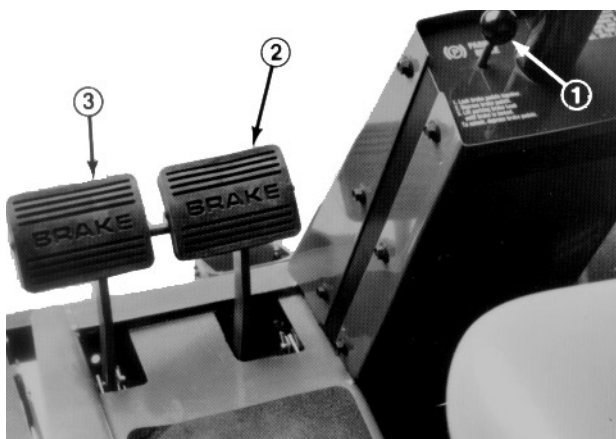
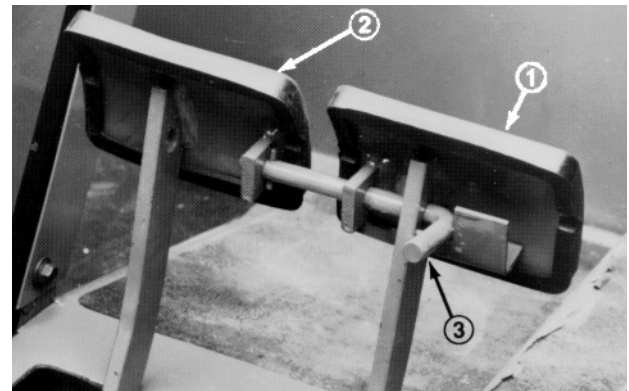

Fig. 8
Fig. 9
**Servicebrems** (fig. 8)—Venstre og høyre bremsepedaler er koblet til venstre og høyre forhjul. Fordi begge bremsene virker uavhengig av hverandre, kan bremsene brukes til å snu kraft eller øke fremdriften hvis et av hjulene glir i skråninger. Imidlertid kan vått eller mykt gress bli skadet hvis du snur kraft med bremsene. For å stoppe raskt trykker du inn begge bremsepedalene samtidig. Lås alltid bremsene til hverandre når fremdriftsenheten transporteres.
**Parkeringsbremse**—Når motoren er slått av, må parkeringsbremsen være satt på for å hindre utilsiktet bevegelse. For å sette parkeringsbremsen på skyves låsearmen (fig. 9) på venstre bremsepedal slik at den låses til høyre pedal. Skyv deretter begge pedalene helt inn og trekk parkeringsbremseknappen ut (fig. 8). Slipp pedalene. For å frigjøre parkeringsbremsen skyves begge pedalene inn til parkeringsbremseknappen går tilbake. Før motoren startes kan imidlertid låsearmen kobles fra venstre bremsepedal slik at begge pedalene virker uavhengig på hvert forhjul.
1. Forviss deg om at parkeringsbremsen er satt på, kraftuttaksbryteren står i stilling AV og løftehendelen i TRANSPORT- eller FLYT-stilling (fig. 9). Ta foten av fremdriftspedalen og pass på at den står i nøytral.
2. Sett gasskontrollen (fig. 9) i stilling HURTIG.
3. Når temperaturen er under 15°C settes glødepluggbryteren i stilling PÅ (fig. 9) og holdes der som anbefalt.